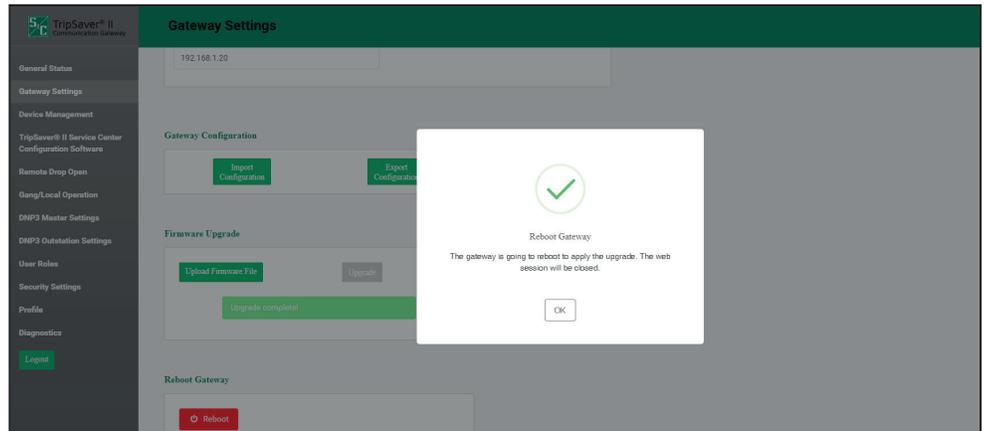

Figura 34. Un cuadro de diálogo que muestra que la actualización del firmware está completa.
PASO 8. Cuando el gateway de comunicación ha terminado de procesar la actualización, desplegará una notificación. Ver Figura 34. Cuando el usuario da clic en el botón **OK** en esta notificación, el navegador desplegará una pantalla indicando que el gateway de comunicación no está disponible mientras se reinicia. Al gateway de comunicación le tomará aproximadamente 5 minutos reiniciarse. La interfaz del usuario cargará automáticamente la pantalla de *Login (Ingresar)* después que el reinicio esté completo. Ver Figura 11 en la página 21. Ingrese y confirme el nuevo firmware ha sido instalado exitosamente yendo a la pantalla *General Status (Estado General)*.